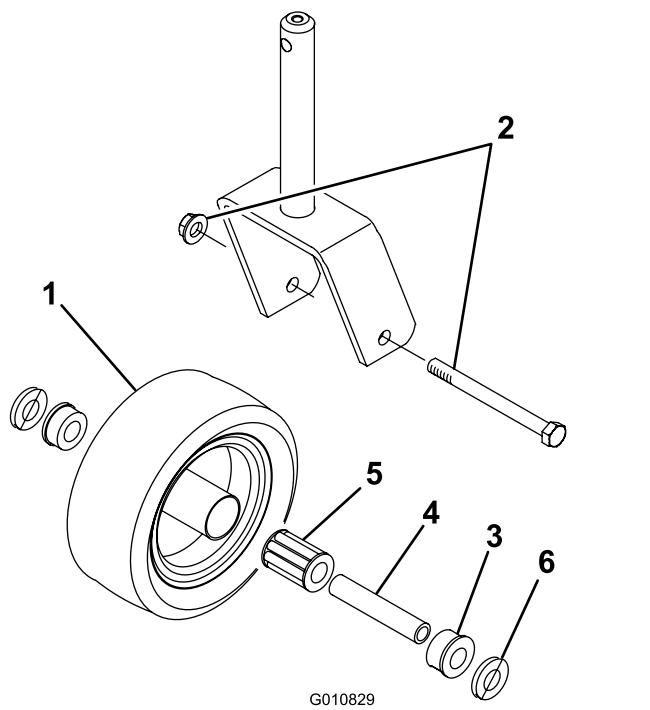

Bild 22
3. Ziehen Sie die Spannbüchse aus der Radnabe (Bild 22).
9. Drücken Sie die andere Büchse in das freie Ende der Radnabe, um das Lager im Inneren der Radnabe zu halten (Bild 22).
1. Entfernen Sie die Sicherungsmutter von der Kopfschraube, mit der das Laufrad an der Gabel befestigt ist (Bild 22).